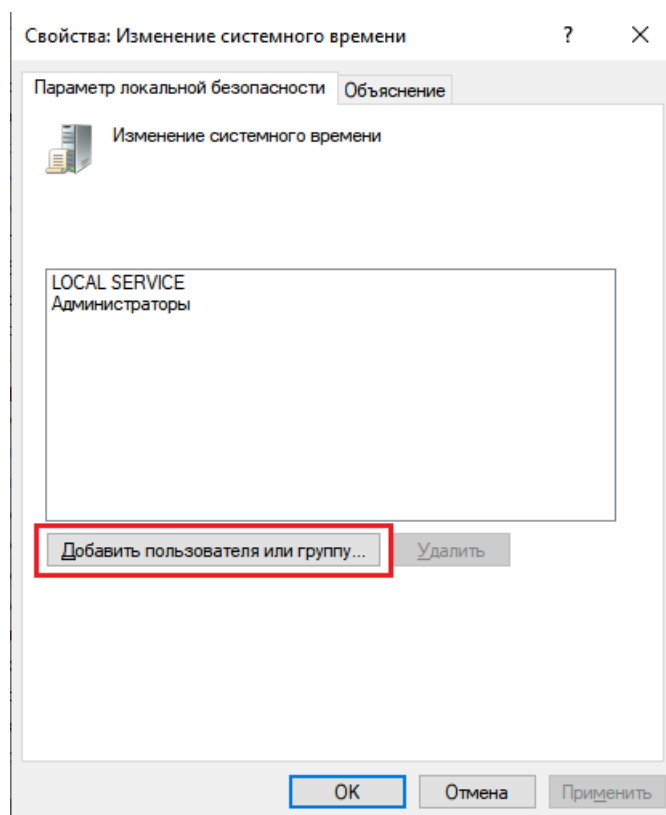

Рисунок 3.15 - Свойства политики Изменение системного времени
3. Откройте свойства политики Изменение системного времени и добавьте вашего пользователя в список пользователей данной политики (см. рис. 3.15)